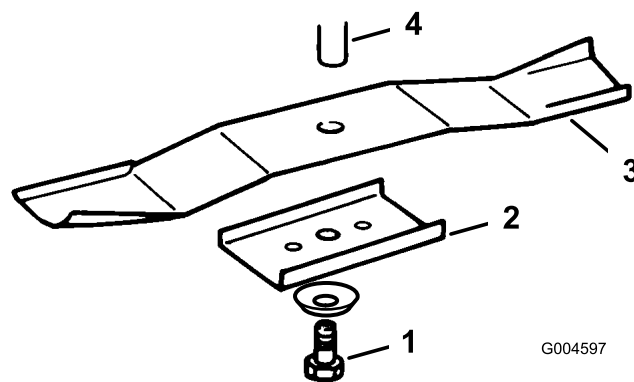

Figura 36
3. Togliete il bullone (chiave 5/8 pollice), rondella curva, ancoraggio e lama (Figura 36). In sede di
1. Montate le lame, i fermi, le rondelle curve (lato concavo verso la lama) ed i bulloni delle lame (Figura 36).